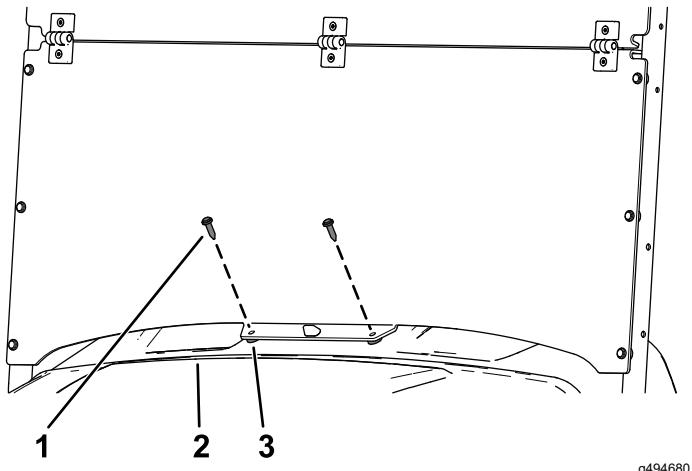

図 5
5. ウィンドシールドの下部をダッシュに固定するプラスチック製スペーサ2個と長いプラスチック製リベット2本を使用する図5。